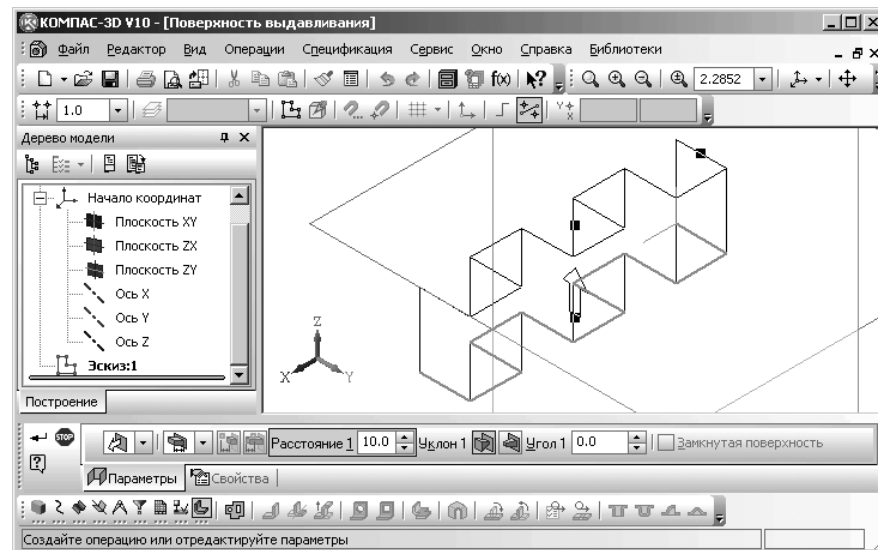

Рис. 7.110. Настройка параметров построения поверхности выдавливания и ее фантом
- щелкните в всплывающем меню по пункту **Выдавливания** или в **Компактной панели** по кнопке переключателю – **Поверхность**, а затем по кнопке – **Поверхность выдавливания**. Появится **Панель свойств: Поверхность выдавливания** и фантом поверхности выдавливания (рис. 7.110).